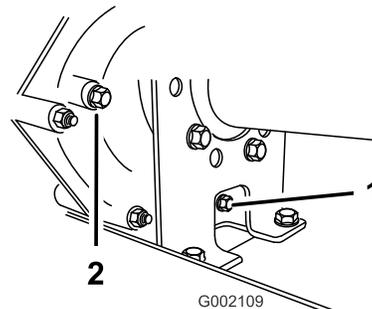
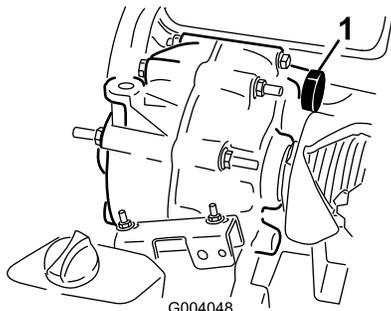

図 59
図 60
2. 補給口および排出口の周囲をウェスできれいにふき取る(図59)。
4. 補給プラグを左に回して抜きとる 図 59。
5. ドレンプラグを左に回して抜きとる 図 59。
6. ガスケットとドレンプラグを元通りに取り付ける 図 59。
7. 補給プラグ穴から、オイル溜め 図 60 に、所定のトランスミッションオイル約 1.4 リットルを入れる。これで補給口のねじ山の下位置までオイルが入る 図 59。
8. ガスケットと補給プラグを元通りに取り付ける 図 59。
10. オイルの量を点検し、ねじ山の下位置よりも下がっている場合には適宜追加する 図 59。